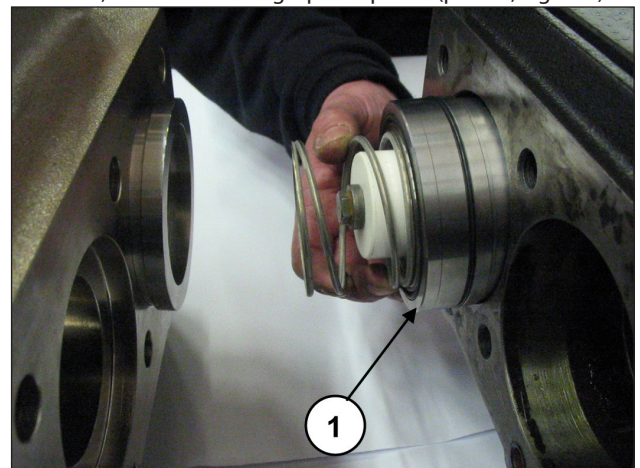

Fig. 135
Girando o eixo, avance a guia do pistão, de modo que o tampão, avançando em sua volta, possa expelir o suporte dos vedantes, a mola e todo o grupo do pistão (pos. ①, Fig. 135).